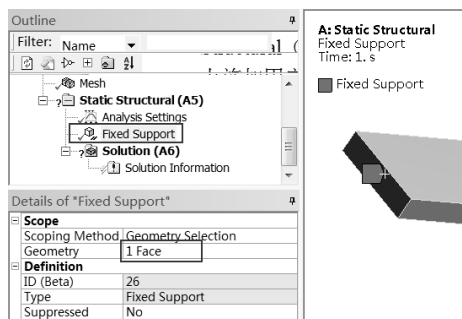

图 4-44 施加固定约束
Step3：选中 Fixed Support，选择需要施加固定约束的面，单击 Details of “Static Structural（A5）”（参数列表）中 Geometry 选项下的 **Apply** 按钮，即可在选中面上施加固定约束，如图 4-44 所示。